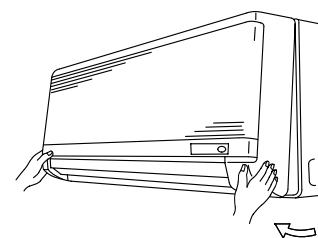

Fig. 3-66
- (6) Remove the grille. (Fig. 3-66)